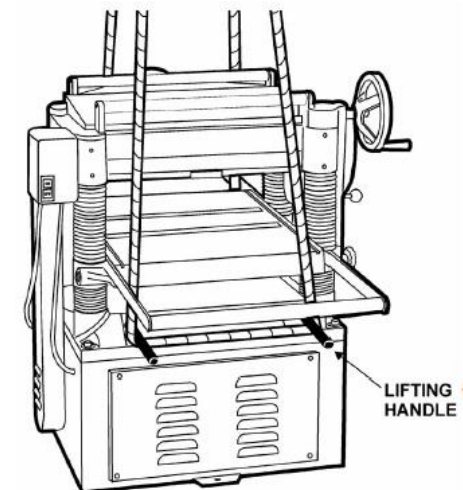

Рис. 3: 1 – рукоятки для подъема
На станке имеются четыре рукоятки для подъема (**Рис. 3**). При использовании их следует вытянуть, если они не используются – задвинуть.
1. Если для подъема станка используются чалки или вилочный погрузчик, поднимать станок следует только за рукоятки (**Рис. 3**). При подъеме станок должен быть выровненным.